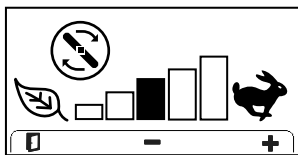

Figura 27
- **Pantalla de velocidad de las cuchillas (Figura 27):** Pulse el botón para acceder a esta pantalla y pulse para ajustar la velocidad de las cuchillas de la unidad de corte. Solo es posible acceder a esta pantalla cuando Smart Power está desactivado.